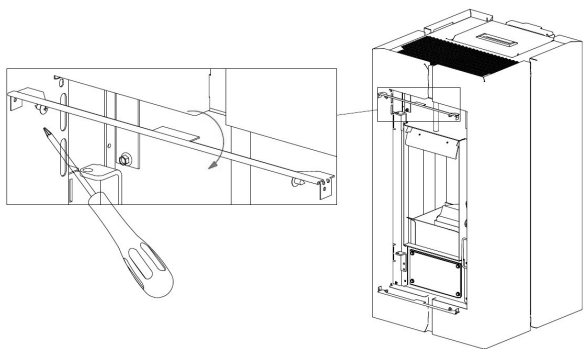

Fig. 53 - Odstranjevanje profilov
- Odvijte 4 vijake in odstranite črne profile nad in pod vrati (gl. **Fig. 53**).